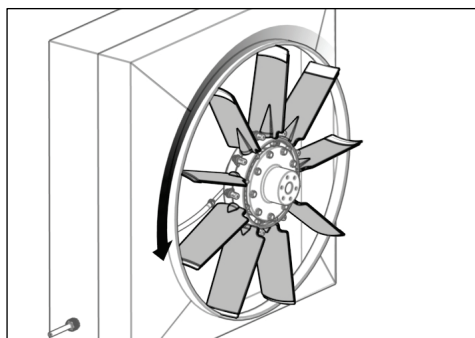

Fig. 34
- 29)** Rotiți manual ventilatorul (consultați Fig. 34).